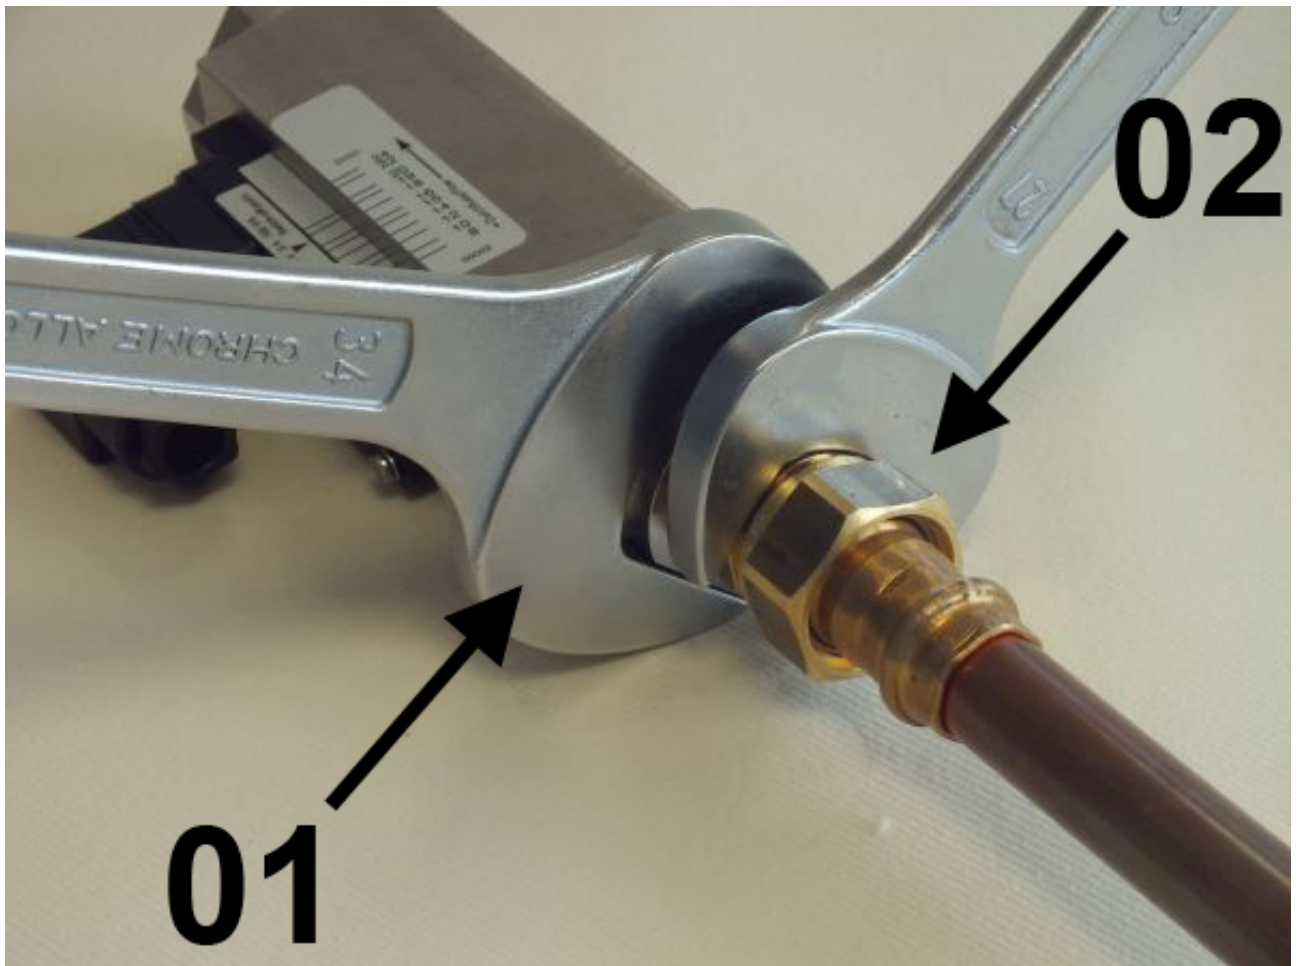

Abb. 11: Gerät einschrauben
2. ➔ Mit passendem Maulschlüssel (*Abb. 11/02*) die Übergangverschraubung der Rohrleitung eindrehen. Dabei die Geräteverschraubung mit einem passenden Maulschlüssel (*Abb. 11/01*) gegenhalten